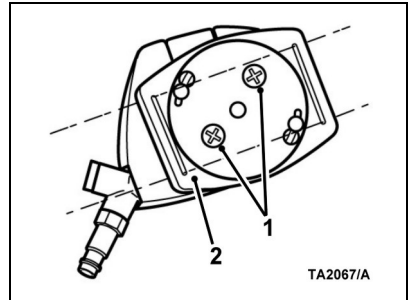

Fig. 3
7. Pour régler la position du régulateur **T/A/LINE** sur la hanche gauche/droite (voir Fig. 3) :
- i) Dévissez les vis (1), faites tourner le disque (2) et resserrez les vis.